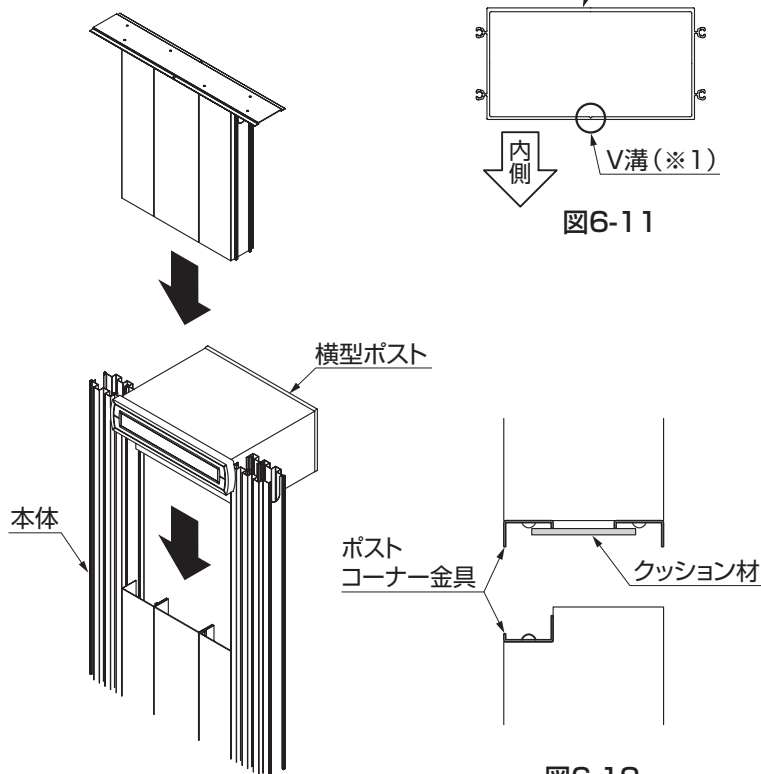

図6-12
- ③上側のファンクション中間材Aおよび下側のファンクション中間材Aにポストコーナー金具を【4-2】で取付けてください。
- ④上側のポストコーナー金具とファンクション中間材A、ファンクション中間材Bにクッション材を取付けてください。(図6-12参照)
- ⑤ポスト本体の口金を付けたままファンクション本体の上側よりはめてください。